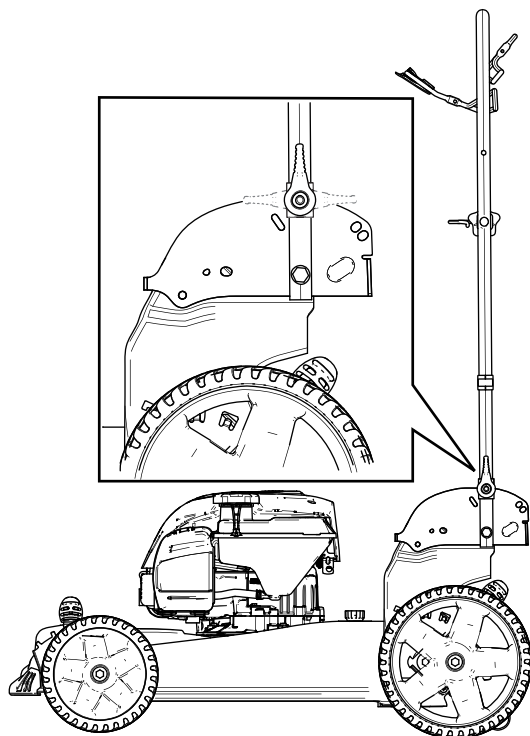

Bild 18
3. Klappen Sie den Holm nach vorne entweder in die aufrechte Stellung oder in die ganz nach vorne geklappte Stellung, wie in Bild 18 abgebildet.